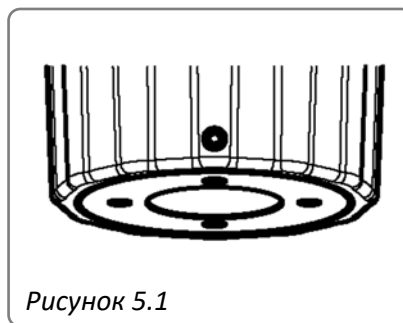
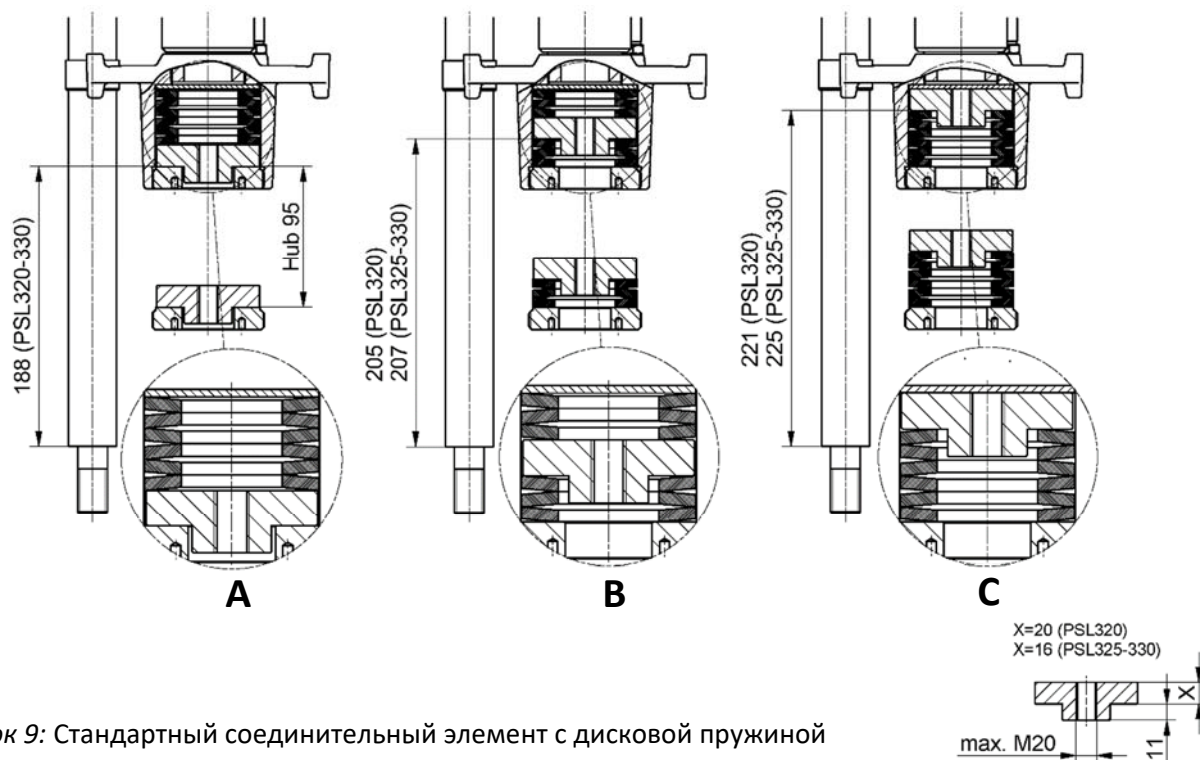

Рисунок 5.1
Рисунок 9: Стандартный соединительный элемент с дисковой пружиной
- Отвинтите торцевую гайку (5) от шпindelной гайки (1) и наденьте ее на шпindel клапана (9).
- Убедитесь в том, что отверстие в соединительном элементе (3) соответствует размеру стержня клапана. При необходимости рассверлите и/или откалибруйте резьбу.
- Надвиньте или навинтите соединительный элемент на стержень клапана и расточите его с помощью стержня клапана и закрепите штифтом или зафиксируйте его с помощью контргайки (Выполните укладку чашечных пружин, как показано на Рисунок 9).
- Введите стержни привода в отверстия пластины для крепления клапана (6) и затяните их крепежными гайками (7)
- Вытяните шпindelную гайку рукой и полностью наденьте ее на дисковые пружины и стяжной элемент, слегка прикрутите контргайку и затяните ее, дополнительно вытяните шпindelную гайку и при необходимости затяните до упора дисковые пружины с помощью прилагаемого торцевого ключа, затем затяните контргайку на одном уровне с нижним краем шпинделя и не выступайте (рис. 5.1).
- Затяните установочный винт с шестигранной головкой (2), торцевая гайка должна быть зафиксирована от отвинчивания.
- A: распределение слоев в проходном клапане с направлением закрывания «стержень клапана приближается к кулачку» (Рисунок 9)
- B: распределение слоев в трехходовом клапане (Рисунок 9)
- C: распределение слоев в проходном клапане с направлением закрывания «стержень клапана удаляется от кулачка» (Рисунок 9)